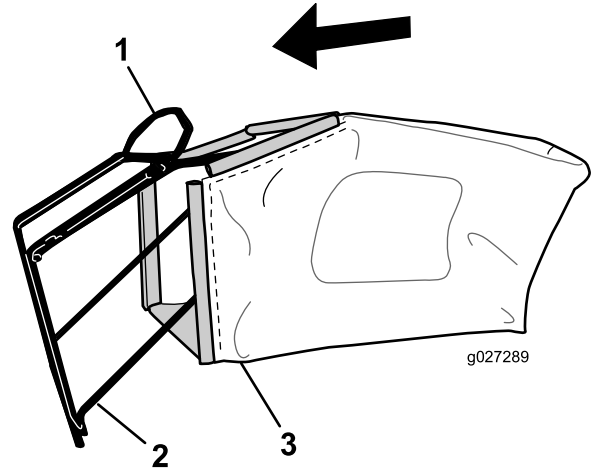

Bild 9
1. Schieben Sie den Fangkorb auf den Rahmen, wie in Bild 9 abgebildet.
**Hinweis:** Schieben Sie den Grasfangkorb nicht über den Holm (Bild 9).